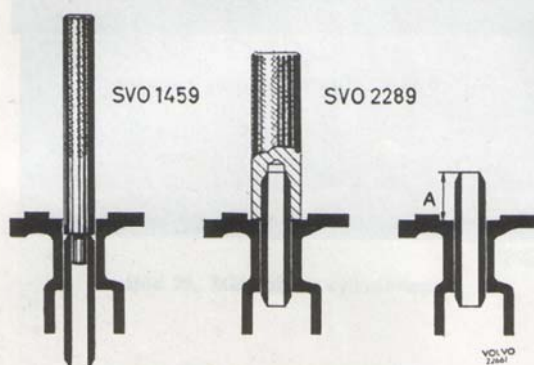

Bild 24. Byte av ventilstyrningar
2. Pressa i nya styrningar, använd dorn SVO 2289, som ger rätt ipressningsdjup. Se bild 24.